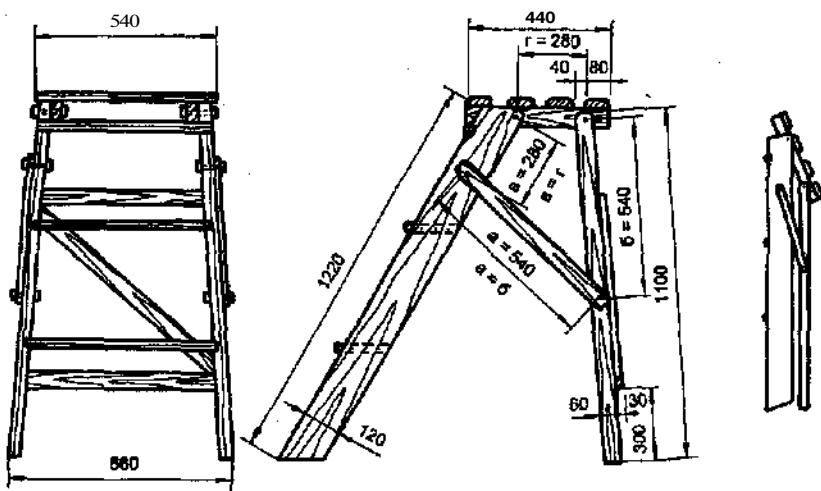

Рис. 193. Стремянка
**Удобная стремянка.** Нужная в доме вещь — стремянка. На рис. 193 представлен вариант удобной стремянки.